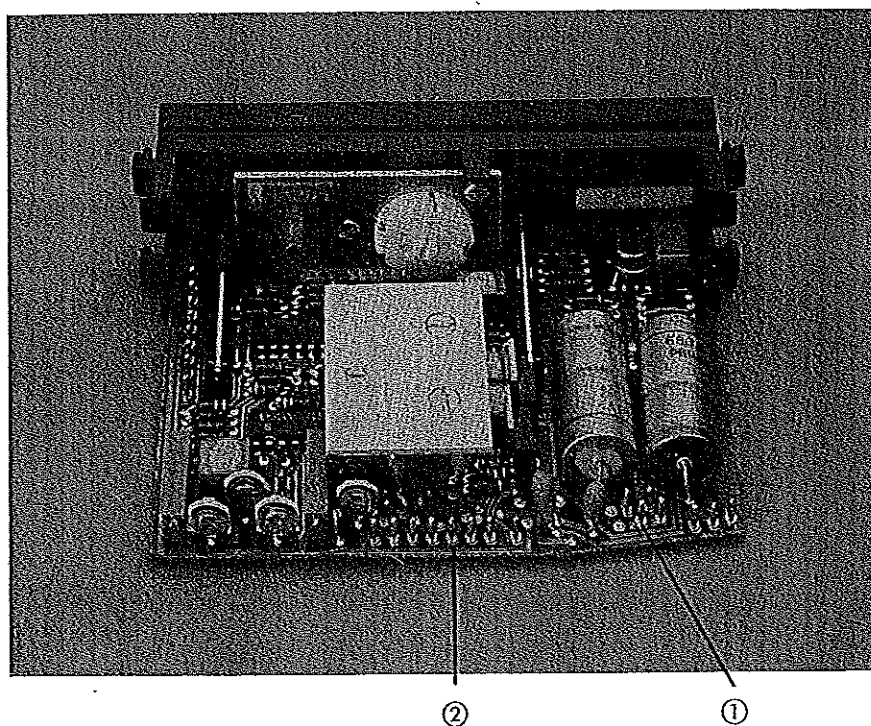

Fig. 2
Cette option se compose d'une prise DIN à 8 pôles à laquelle est relié un conducteur blindé avec deux fiches. Le côté [5] (page pliée 1) qui se trouve à proximité des unités de mesure doit être démonté comme indiqué au paragraphe 5.4. Le couvercle borgne prévu pour la prise DIN à l'arrière de l'appareil [10] (page pliée 1) doit être retiré. Cette option peut alors être introduite dans l'ouverture avec le conducteur blindé ; on la bloquera en place en appuyant fortement dessus. Le conducteur blindé est alors relié à l'unité de mesure parallèle à l'entrée de mesure (voir Fig. 2 ①).
Pour monter cette option, il faut retirer la platine [12] (page pliée 2) et le côté [5] (page pliée 1) près de l'unité de mesure, comme indiqué au paragraphe 5.4.1 l'option " fonctions multiples " 02 est fixée à l'endroit prévu à cet effet. Le câble relié à cette option est poussé à travers la cloison de l'appareil de base jusque dans l'espace prévu pour l'unité de mesure, et relié à l'unité de mesure correspondante P9 (voir Fig. 2 ②). L'option " fonctions multiples " est prévue pour la voie Y seulement.